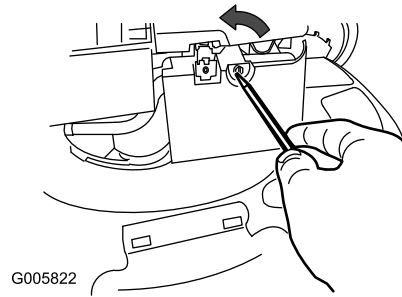

Figura 16
1. Utilice un destornillador para abrir la tapa del filtro de aire (Figura 16).